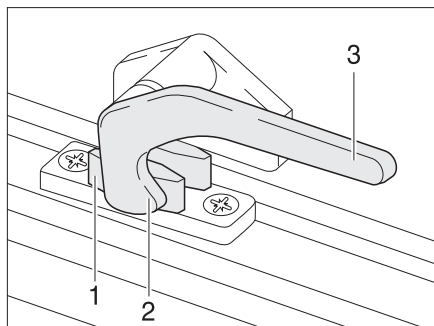

Fig. 13 Levier de verrouillage en position "Fermée"
- Tourner le levier de verrouillage (Figure 13,3) d'un quart de tour vers le centre de la fenêtre.
- Tourner le levier de verrouillage (Figure 13,3) d'un quart de tour vers le cadre de la fenêtre. Le tenon de verrouillage (Figure 13,2) se trouve sur le côté intérieur du verrouillage de fenêtre (Figure 13,1).